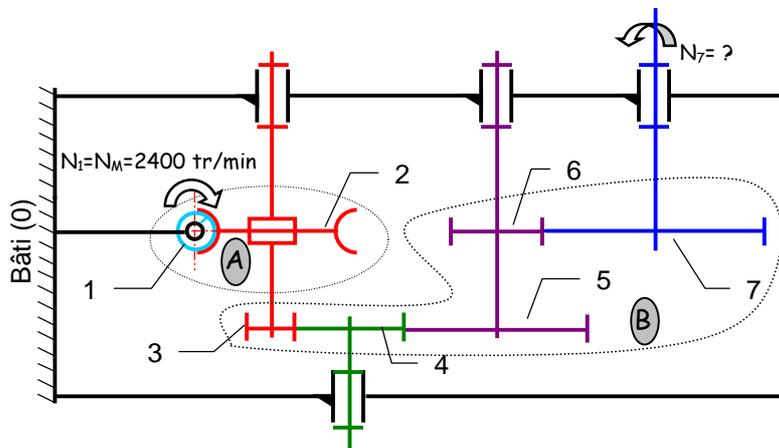

Fig. TP2-1
Un moteur électrique (vitesse de rotation $N_M = 2400$ tr/min) entraîne une vis sans fin (1) (voir le schéma cinématique et les caractéristiques des différents éléments de la chaîne cinématique de transformation de mouvement sur la fig. TP2-1). Le mouvement de rotation de la vis sans fin (1) est transmis à l'arbre de sortie de la roue dentée (7) par la chaîne cinématique composée de 2 sous-ensembles **A** et **B**.